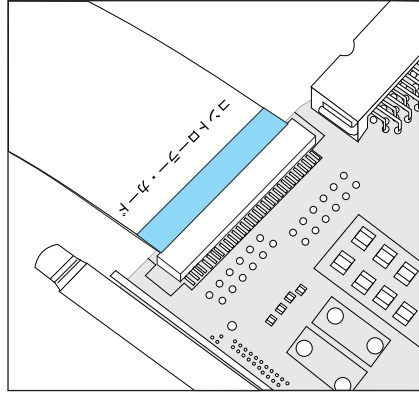
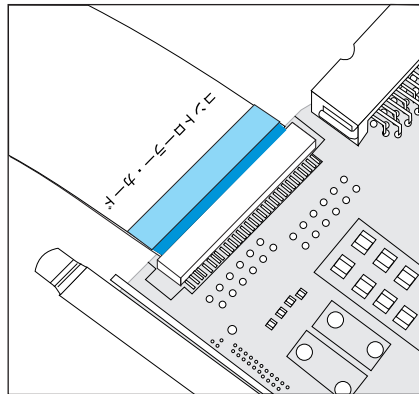
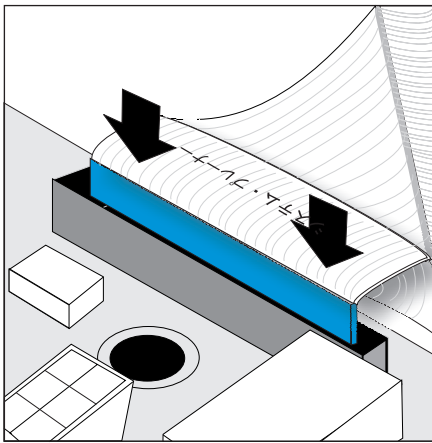

図 38. 正しく取り付けられたサービス・コントローラー・カード・ケーブル
図 39. 正しく取り付けられていないサービス・コントローラー・カード・ケーブル
図 41. システム・ボードへのサービス・コントローラー・カード・ケーブルの取り付け
- b. リボン・ケーブルを再接続する前に、その接点が下方向きであることを確認します。サービス・コントローラーの背面にケーブルを慎重に取り付けます。取り付け中にケーブルがねじれや湾曲が生じないように、まっすぐ取り付けてください。ケーブル・コネクタ端の紺色の線が見えなくなるまで挿入します。これで、ケーブルが完全に装着されます。191 ページの図 38 および 191 ページの図 39 を参照してください。
- c. ケーブルを再び取り付けるには、ケーブルがまっすぐに装着されるように注意して、システム・ボードにリボン・ケーブルの一端（「システム・プレーナー」のマークが付いている端）を慎重に取り付けます。図 41 を参照してください。ここで、フラット・ケーブルの経路を決めて、サービス・コントローラーを取り付ける開口部にフラット・ケーブルを差し込み、ケーブルの他の端（「コントローラー・カード」のマークが付いている端）を SAN ボリューム・コントローラーのシャーシのフロントエンドから引き出します。次に、ケーブルのこの端を、揺れ動きやねじれがなくまっすぐに装着できるよう注意しながら、サービス・コントローラーの背面に取り付けます。ATA ケーブルをサービス・コントローラーの背面に取り付けます。シャーシの中にスライドさせるときにケーブルを傷つけないように注意しながら、サービス・コントローラーを慎重に取り付けます。ケーブル・コネクターの端の青い線が見えないことを確認してください。青い線が見えなければ、サービス・コントローラーは完全に装着されています。 191 ページの図 38 および 191 ページの図 39 を参照してください。